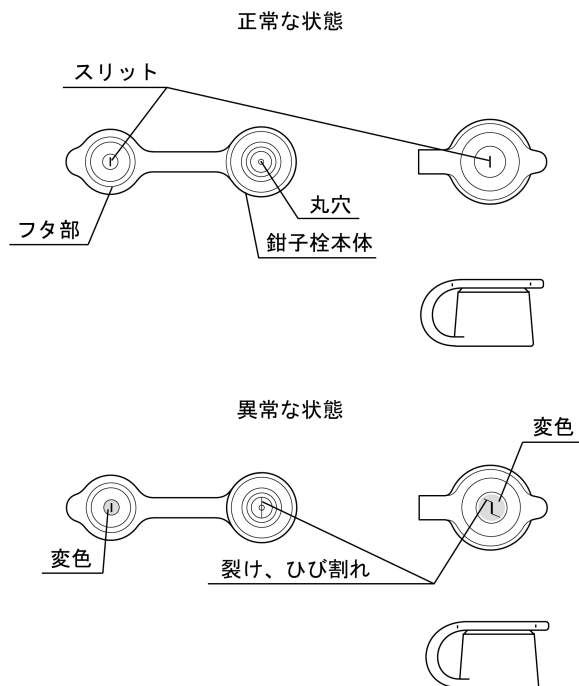

図 2
- 12.鉗子栓のフタ部のスリットまたは鉗子栓本体の丸穴に裂け、ひび割れ、変形、変色などの異常がないことを目視で確認すること。（図 2 参照）